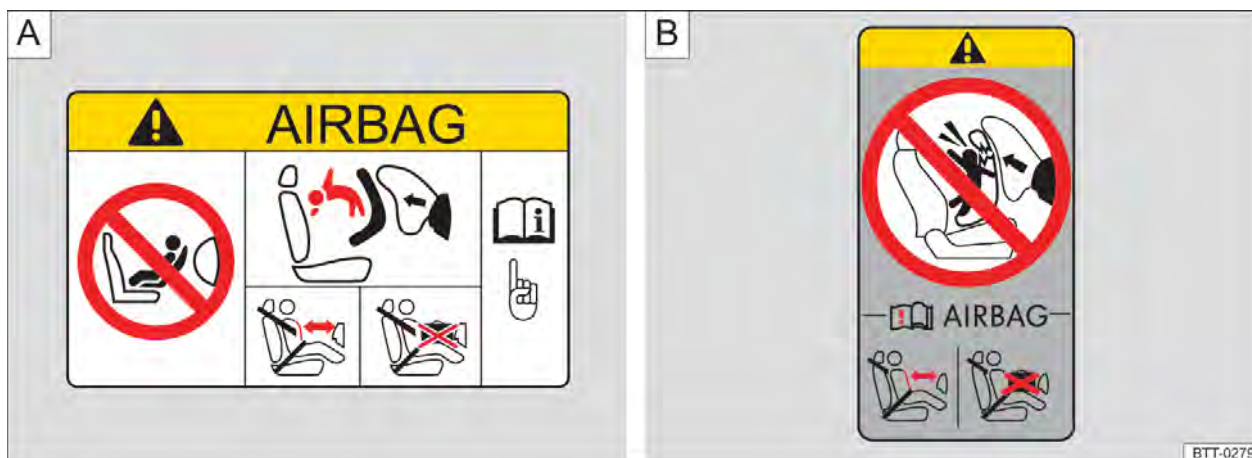

Fig. 78 Representação esquemática: etiqueta do airbag no para-sol (A) ou na coluna B (B).
- No para-sol do condutor e/ou do passageiro dianteiro $\Rightarrow$ Fig. 78 A.